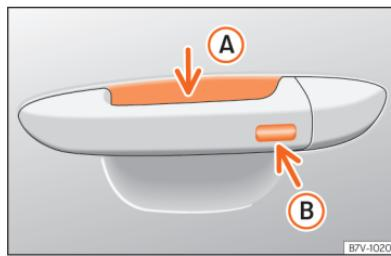

Fig. 52 Manípulo da porta: superfícies sensoras.
»» Fig. 52
- Toque na superfície sensora »» Fig. 52 **B** situada no lado exterior do manipulo da porta. Todos os indicadores de mudança de direção piscam uma vez
- Antes de passarem 5 segundos, toque uma vez no sensor do lado exterior do manípulo da porta **Fig. 52 (B)**. Ao fazê-lo, não agarre o manípulo. O sistema Keyless Access fica desativado temporariamente.
O sistema Keyless Access também pode desativar-se permanentemente no sistema de infotainment **Fig. 52 (1)**.
Para fechar com a função de conforto todas as janelas elétricas e o teto de vidro, mantenha um dedo durante uns segundos sobre a superfície sensora de bloqueio **Fig. 52 (B)** do manípulo da porta até que as janelas e o teto se tenham fechado.